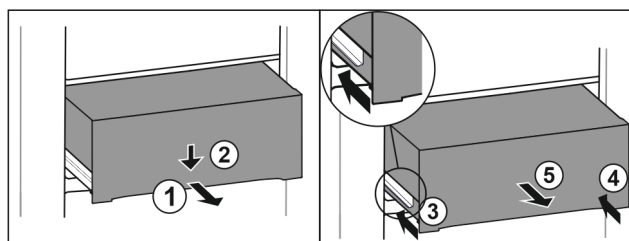

Fig. 70
- ▶ Extrageți pe jumătate sertarul. Fig. 70 (1)
- ▶ Apăsați în jos sertarul pe partea frontală. Fig. 70 (2)
- ▶ Insați șina stângă aproximativ 2 cm. Fig. 70 (3)
- ▶ Insați șina dreaptă aproximativ 2 cm. Fig. 70 (4)
- ▶ Extrageți sertarul spre înainte. Fig. 70 (5)